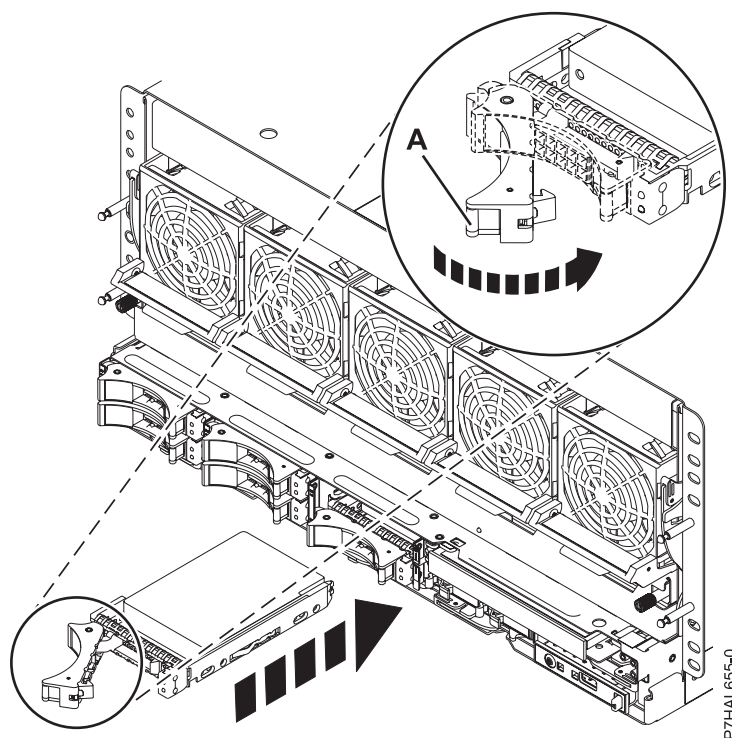

Figura 44. Sustitución de una unidad de disco o unidad de estado sólido en el sistema
6. Deslice la unidad de disco o la unidad de estado sólido hasta el fondo del sistema o de una unidad de expansión y empuje el asa de la unidad (A) hacia adentro hasta que quede bloqueada, como se muestra en Figura 44.